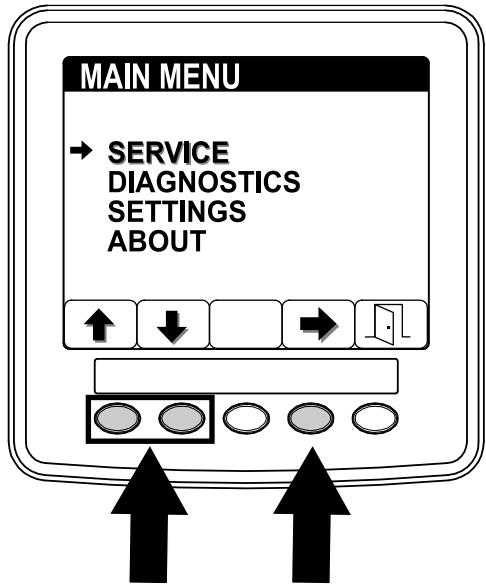

Figura 49
- No MENU PRINCIPAL, prima o botão 1 ou o botão 2 para alcançar a opção de MANUTENÇÃO e prima o botão 4 para selecionar a entrada de MANUTENÇÃO (Figura 49).